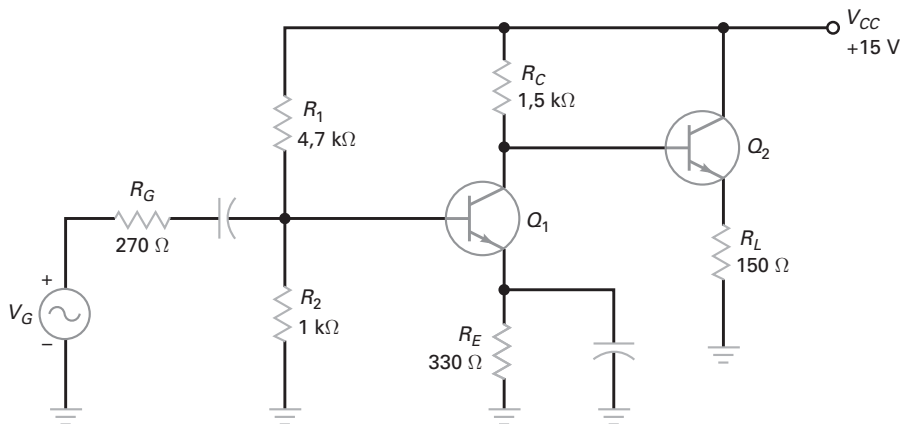

Figura 9-30
9-16 Qual é o ganho de tensão do estágio EC na Figura 9-30 se o segundo transistor tem um ganho de corrente CC e CA de 200?
9-17 Se os dois transistores na Figura 9-30 têm ganhos de corrente CC e CA de 150, qual é a tensão de saída quando $V_G = 10$ mV?
9-18 Se os dois transistores têm ganhos de corrente CC e CA de 200 na Figura 9-30, qual o ganho de tensão do estágio EC se a resistência de carga diminuir para 125 Ω ?
9-19 Na Figura 9-30, o que poderia acontecer com o ganho de tensão do amplificador EC se o estágio seguidor de emissor fosse retirado e o capacitor fosse usado para acoplar o sinal CA para a carga de 150 Ω ?
- 9-41** Na Figura 9-30, se a tensão de entrada do gerador for de 100 mV pp e o capacitor de desvio do emissor abrir, qual será a tensão de saída na carga?